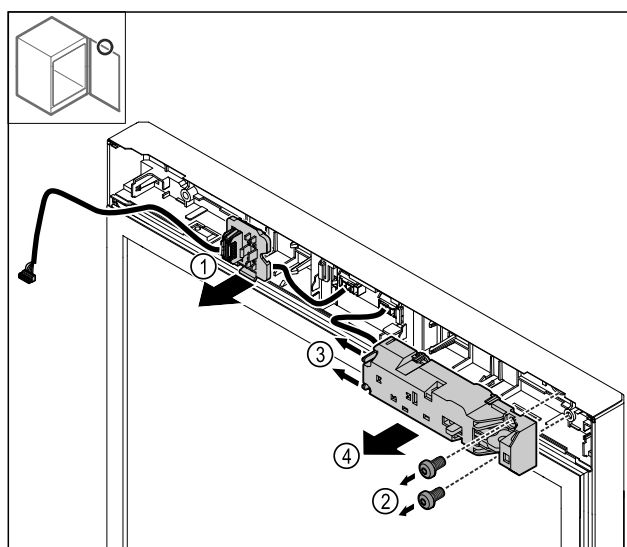

Fig. 23
- Déclipser le support de connecteur Fig. 23 (1).
- Retirer les vis Fig. 23 (2).
- Pousser les ergots Fig. 23 (3) sur le côté et retirer le verrou électrique Fig. 23 (4).